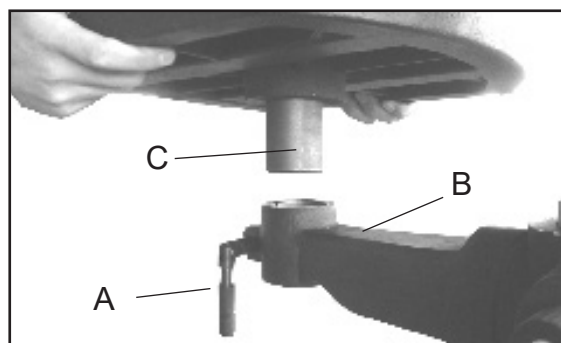

Figura 14
3. Si no se instaló en la fábrica, instale la Palanca de Bloqueo pequeña (#7A, Figura 14, A) en la junta delantera del Ángulo del Soporte de Mesa (# 9A, B). (Figura 14).
4. Instale el poste (C) de la mesa con el ángulo del soporte de mesa (B) como se muestra en la figura 14. Apriete la palanca de bloqueo (A) para asegurar la mesa en posición.